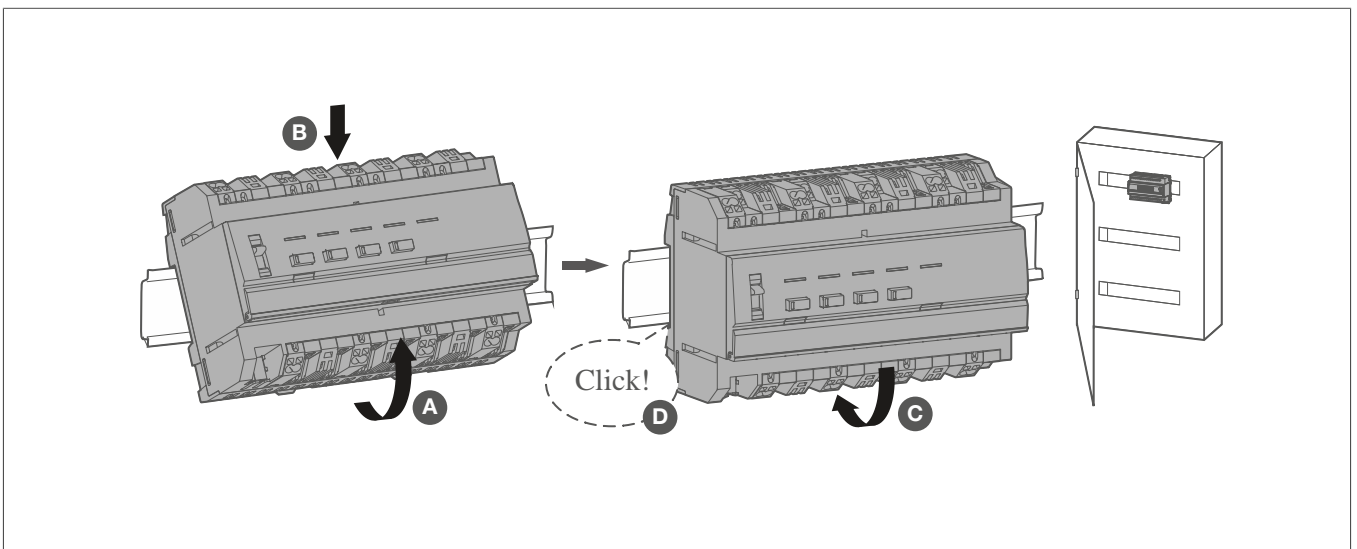

Bild 5: Gerät auf Hutschiene montieren
- 1 Gerät auf Hutschiene nach TH 35 7,5-15 gemäß IEC 60715:2017 / EN 60715:2017 montieren (Bild 5).